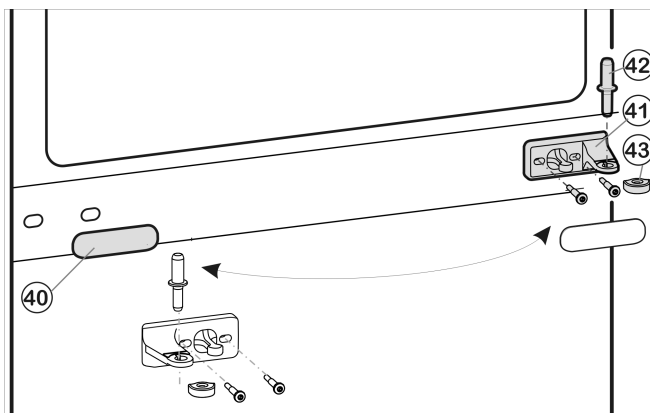
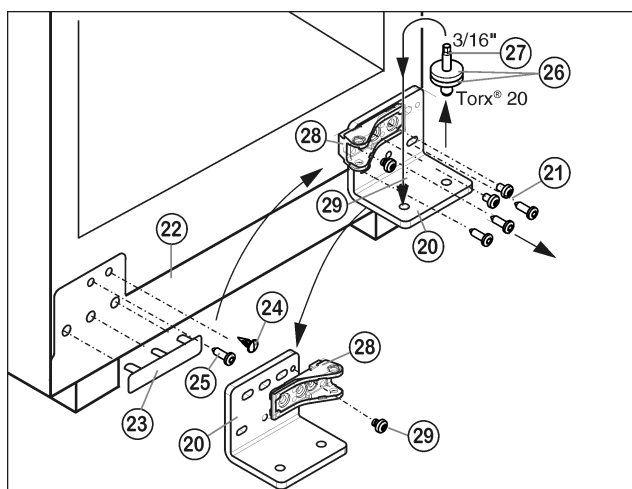

Fig. 18
Fig. 19
- Retirer le pivot central Fig. 18 (42) de sa charnière et de la porte inférieure.
- Retirer le capuchon en matière plastique Fig. 18 (43).
- Retirer avec précaution le panneau-cache Fig. 18 (40).
- Placer le support d'appui du milieu Fig. 18 (41) recouvert d'un film protecteur, pivoté à 180°, sur le nouveau côté charnière et le visser avec un couple de serrage de **3 lb-ft (4 Nm)**.
- Encliqueter de nouveau le panneau-cache Fig. 18 (40) tourné à 180° sur le nouveau côté poignée.
- Dévisser Fig. 19 (21) la charnière Fig. 19 (20) avec le pivot Fig. 19 (27) tout en tenant le panneau Fig. 19 (22) afin qu'il ne tombe pas.
- Soulever avec précaution le cache côté poignée Fig. 19 (23) et le bouchon Fig. 19 (24) et les mettre de l'autre côté.
- Dévisser la vis Fig. 19 (25) et la mettre de l'autre côté, tout en tenant le panneau afin qu'il ne tombe pas.
- Dévisser l'élément pivotant Fig. 19 (28) et le revisser Fig. 19 (29) tourné à 180°.
- Dévisser le pivot Fig. 19 (27), le mettre de côté avec la rondelle et l'anneau Fig. 19 (26) et visser avec un couple de serrage de **3 lb-ft (4 Nm)**.
- Placer le support d'appui Fig. 19 (20) sur le nouveau côté charnière en utilisant une visseuse sans fil si nécessaire, le revisser Fig. 19 (21) avec un couple de serrage de **3 lb-ft (4 Nm)**. Fixer d'abord la vis du milieu inférieure, puis les autres vis.
- Placer la porte par le haut sur le pivot inférieur Fig. 19 (27).
- Remettre le capuchon en plastique Fig. 18 (43) sur la charnière du milieu Fig. 18 (41).
- Placer le pivot du milieu Fig. 18 (42) sur le nouveau côté charnière à travers la charnière du milieu Fig. 18 (41) dans la porte inférieure.
- Placer la porte par le haut sur le pivot du milieu Fig. 18 (42).
- ▶ Dévisser la vis du milieu de la charnière inférieure *Fig. 19 (20)*.
- ▶ Mettre éventuellement la porte de niveau par rapport aux deux trous oblongs de la charnière inférieure *Fig. 19 (20)* et la charnière du milieu *Fig. 18 (41)* pour qu'elle affleure avec l'habillage de l'appareil.